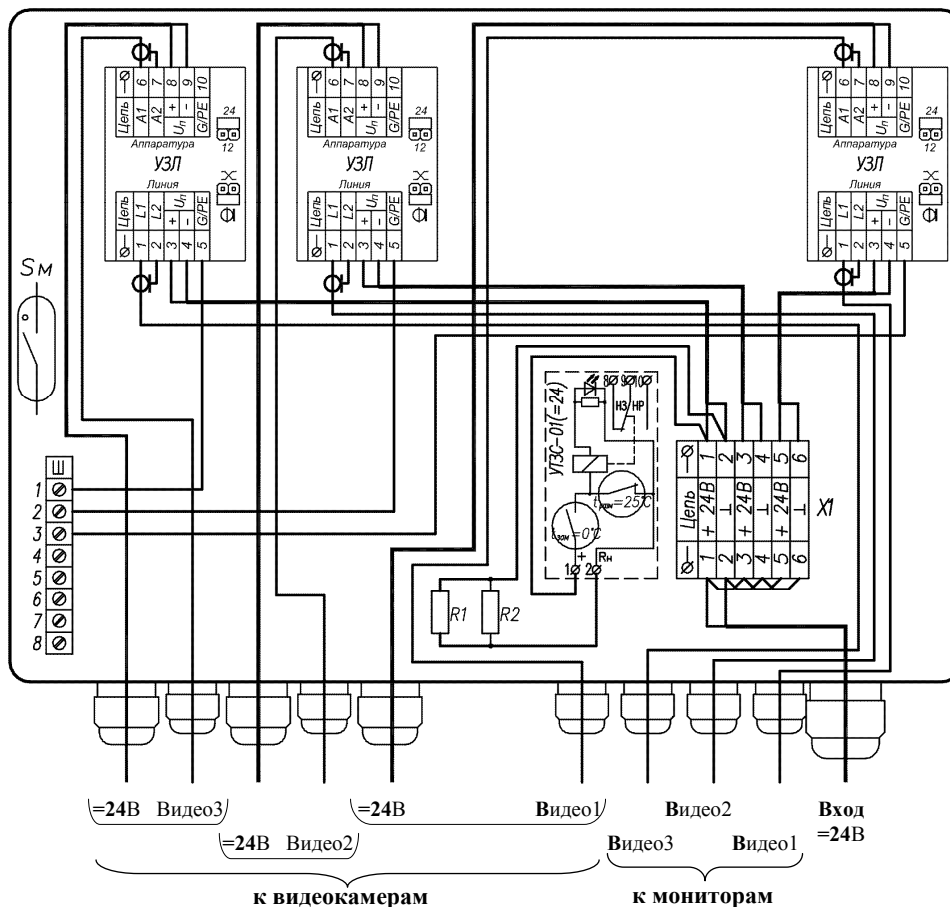
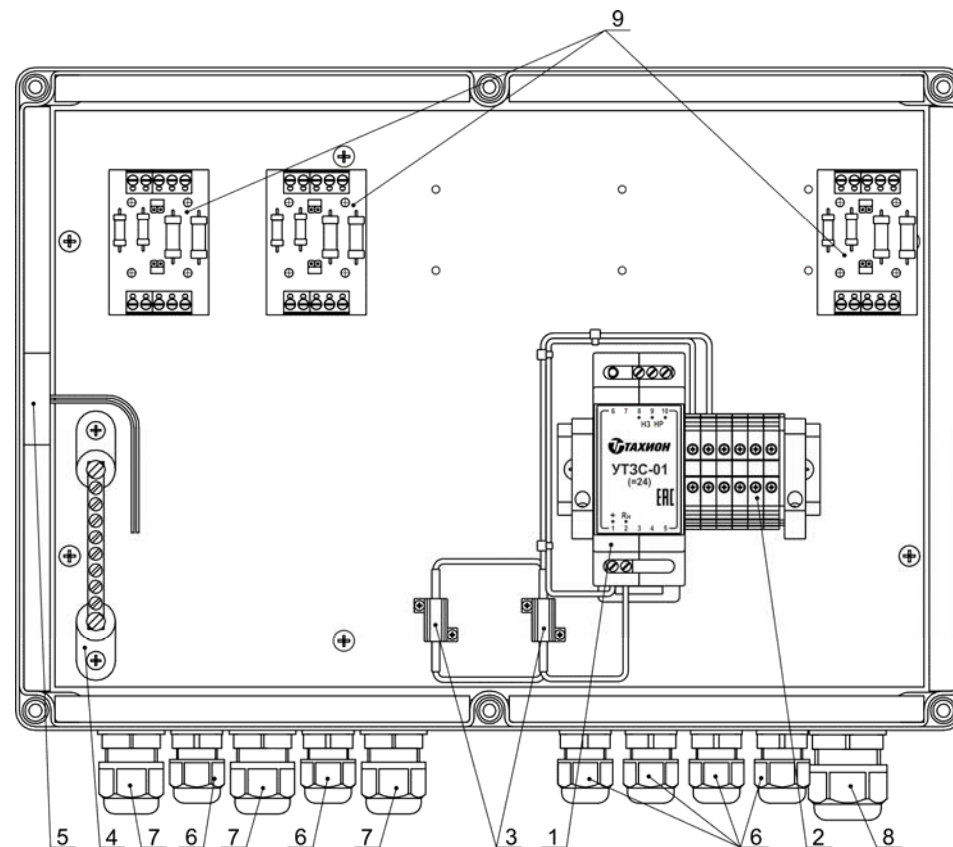

Рис.2 Схема подключений
Рис.1 Устройство КМГО-24-1-3 (крышка не показана)
В состав изделия входят (см. рис.1 и рис.2):
Подключение цепей изделия производится в соответствии со схемой электрической принципиальной рис.2. Для подключения необходимо:
1. Заземлить любой свободный контакт шины заземления Ш (поз.4 рис.1).
2. Подключить магнитоконтактный извещатель Sm (поз.5 рис.1) к внешнему устройству сигнализации.